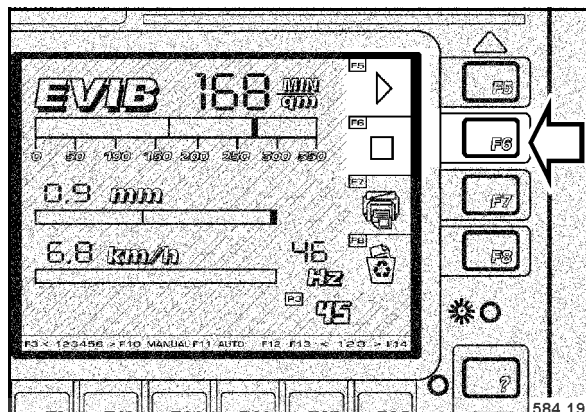

Fig. 97
- Lors du passage de la fin de la piste, repère 2, appuyer sur la touche F6 "STOP" (Fig. 97).